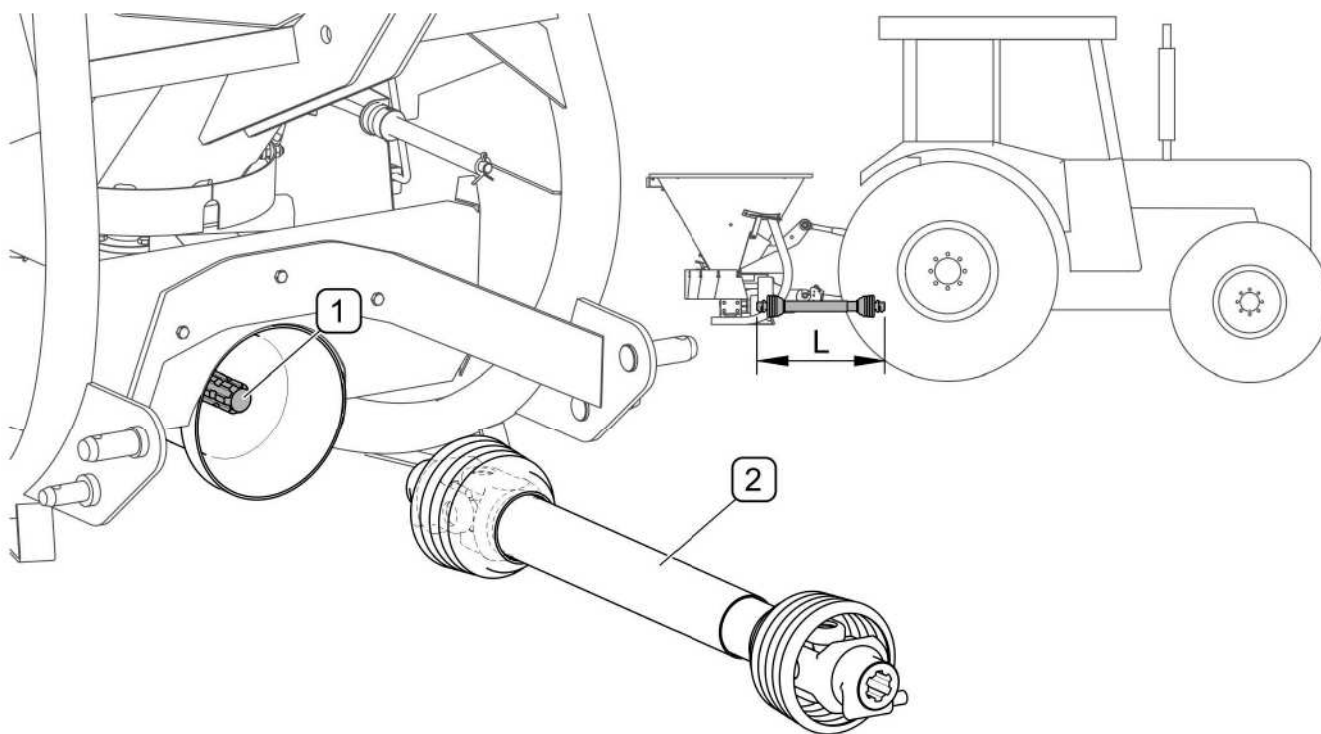

РИСУНОК 4.3 Подсоединение телескопического карданного вала
Прежде чем приступить к подсоединению телескопического карданного вала, необходимо обязательно ознакомиться с содержанием инструкции, приложенной производителем вала, и соблюдать изложенные в ней указания. Перед подсоединением к трактору необходимо проверить техническое состояние кожухов вала, наличие и комплектацию предохранительных цепочек и оценить общее техническое состояние вала. Вал должен иметь такую длину (L), чтобы его можно было подсоединить при прицепленной машине (РИСУНОК 4.3), т.е. не длиннее, чем расстояние между торцами вала ВОМ машины и трактора. Это расстояние разное для разных моделей тракторов и может составлять $690 \div 765$ мм для I категории и $820 \div 900$ мм для II категории трехточечной системы навески.